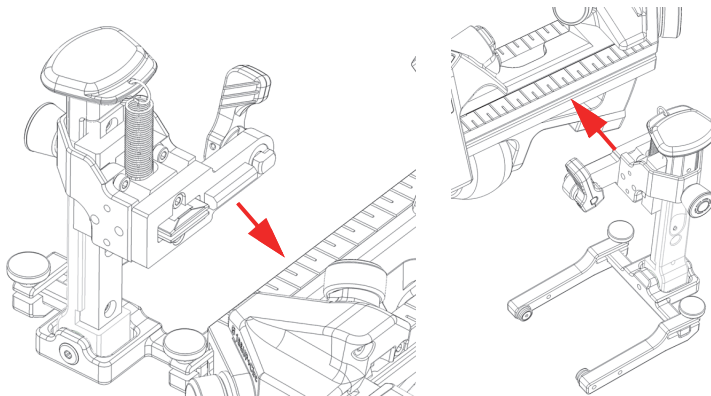

图 2-6 探头托架与导轨槽对齐
2. 将探头托架与导轨槽对齐，确保两者彼此平行（参见第41页的图 2-6）。